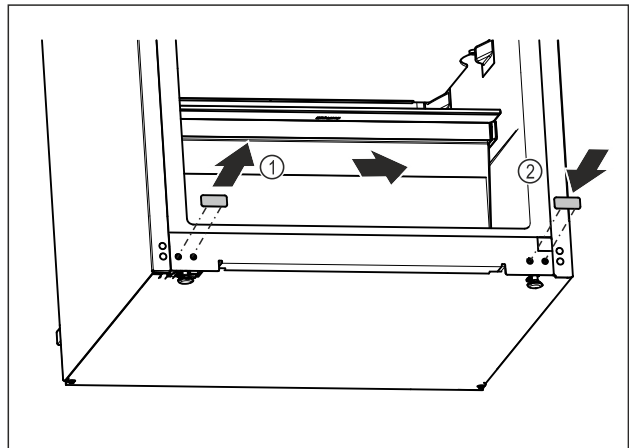

Fig. 21
- Издърпайте покриващата тапа. Fig. 21 (1)
- Поставете покриващата тапа от другата страна. Fig. 21 (2)